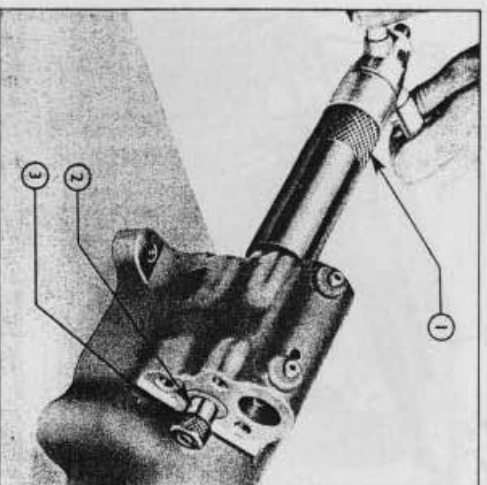

Fig. 23
11. Introduire l'extension à travers les coussinets du clapet de décharge, fixer l'écrou, qu'on fera reposer perpendiculairement sur l'extrémité arrière du coussinet arrière, et extraire du cylindre les deux coussinets en une opération (fig.23).